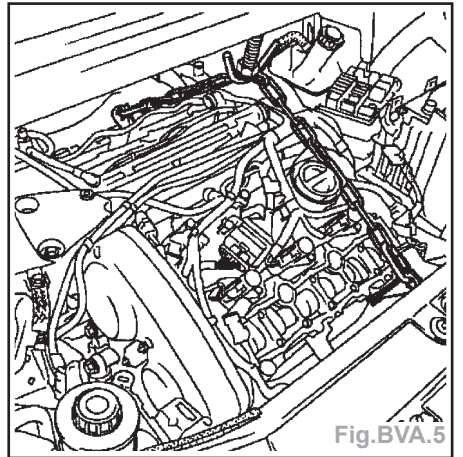

Fig.BVA.5
- Déplacer la patte de levage du côté distribution sur la culasse avant sur le côté volant moteur de la culasse AR (Fig.BVA.5).